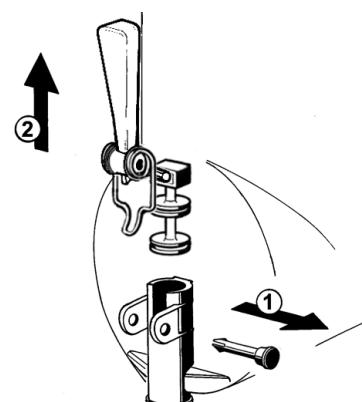

figura 9
5 Disassemblare il rubinetto con la sequenza indicata (vedere figura 9).
- 3 Riassemblare il rubinetto sul contenitore con sequenza inversa rispetto a quanto fatto per lo smontaggio (vedere figura 9).